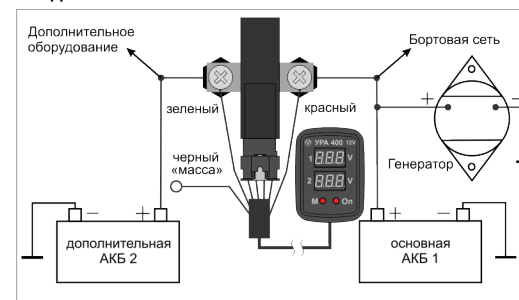

Рис.1
1.3 Произвести соединения в соответствии со схемой (рис.1), используя провод сечением не менее 25мм².